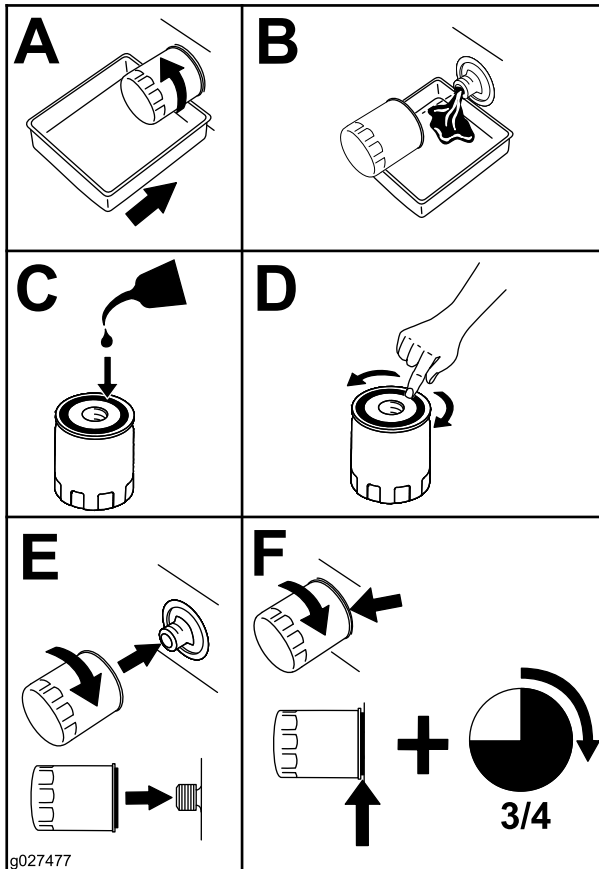

Bild 38
4. Tauschen Sie den Ölfilter aus (Bild 38).